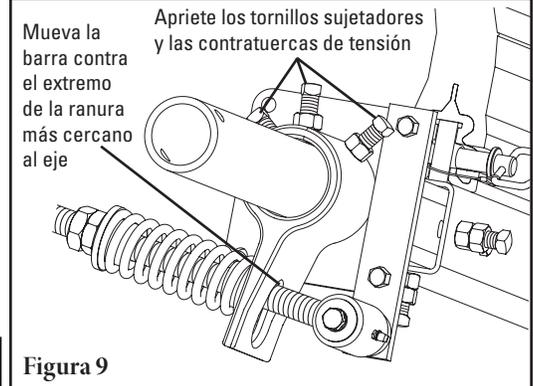

Figura 10
**10S. Establezca la tensión correcta de la hoja.** Consulte la tabla en el soporte del eje de pivote para obtener la longitud requerida para el ancho de la banda. Jale levemente el brazo del pivote hacia el extremo de la ranura del brazo de torsión cercano al eje y gire las tuercas de ajuste hasta que se logre la longitud del resorte requerida (Figura 10).